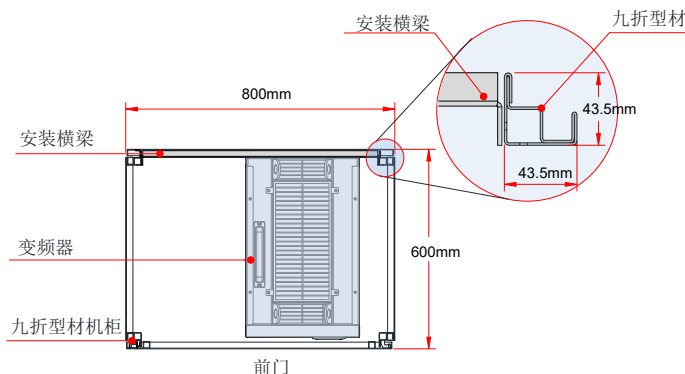

图 3-16 MD480T200~MD480T450 机柜俯视示意图
- 1、建议机柜柜体采用九折型材机柜（PS 机柜），九折型材截面如放大图如图 3-16 所示；
- 2、MD480T200G(-L)~MD480T450G(-L) 装入九折型材 600mm 深机柜时，安装横梁必须向内弯折（如图 3-16 所示），借用立柱的空间（在装 800mm 深或以上标准机柜时，无此限制）。